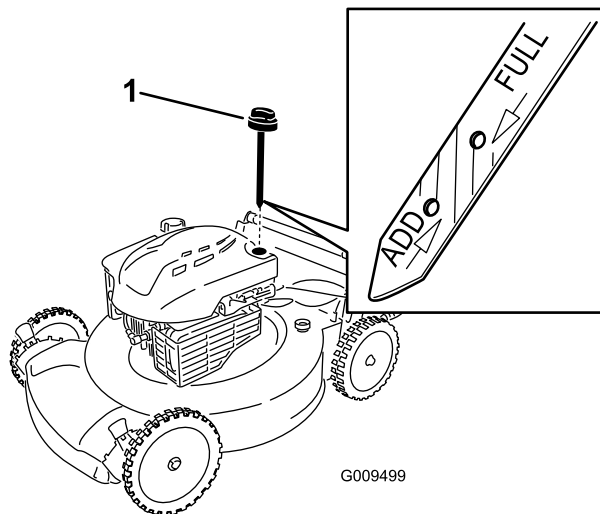

Figura 4
1. Togliete l'asta di livello (Figura 4).
2. Versate **lentamente** l'olio nel tubo di riempimento finché non raggiunge il segno di **pieno** sull'asta (Figura 4). **Non riempite troppo.** (Riempimento massimo: 0,59 litri, tipo: olio detergente SAE 30 con service classification API SF, SG, SH, SJ, SL o superiore.)